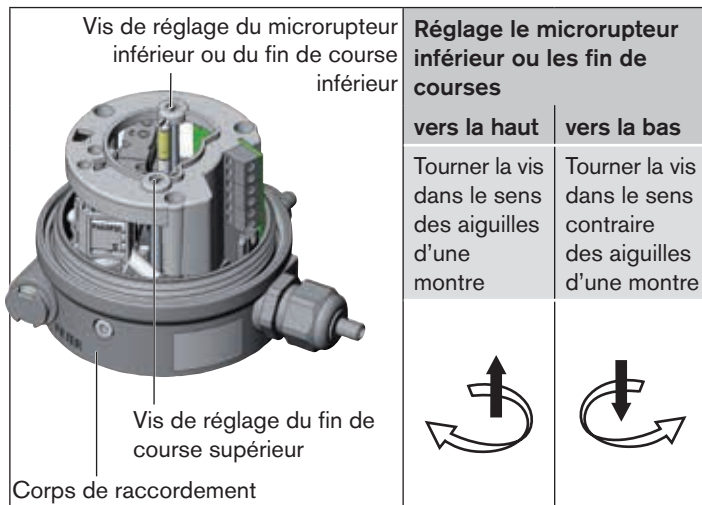

Fig. 21 : Réglage du microrupteur ou des fin de courses
- Régler le microrupteur inférieur ou les fin de courses à l'aide de la vis de réglage (voir « Fig. 21 »).